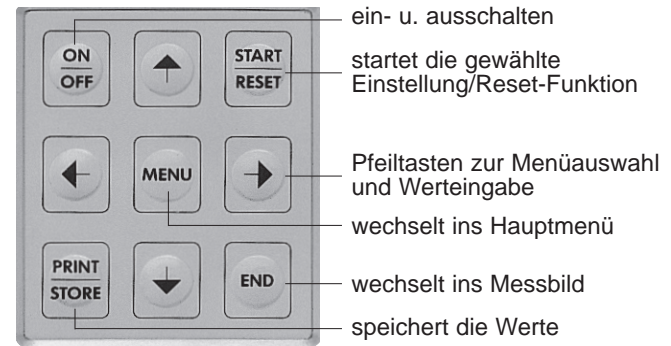

Fig. 3.5 Tastatur (10) des DYNAMETERS
*Mit der „**END**“-Taste gelangen Sie immer ins Messbild zurück (siehe Fig. 3.5).*
Jedem neuen Messvorgang wird eine Probennummer zugeordnet, die im Messbild (Fig 3.5) angezeigt wird. In dieser Menüzeile können Sie für unterschiedliche Messreihen eigene, fortlaufende Probennummern vergeben. Messreihe A könnte beispielsweise mit "001000" beginnen, während Messreihe B mit "002000" beginnt. So können Sie Ihre Messergebnisse systematisch verwalten und an unterschiedliche Messobjekte anpassen.